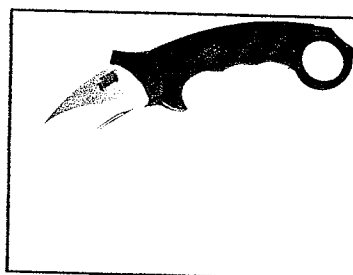

Рис. 2. Нож Керамбит
- **Нож Керамбит** - нож с изогнутым клинком и заточкой, как правило, с внутренней стороны. Керамбит имеет небольшой (приблизительно от 3 до 10 сантиметров) серповидный клинок, лезвие которого заточено по внутреннему изгибу, и рукоять, в головке которой имеется отверстие под палец. [1.] (Прил. 1, рис.2)